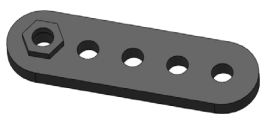
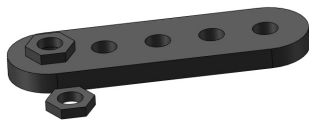

图 11-17 打开的文件实体
图 11-18 复制后的装配体
1) 打开要操作的实体，如图 11-17 所示。按住〈Ctrl〉键，在 FeatureManager 设计树中选择需要复制的零部件，然后将其拖动到视图中合适的位置，复制后的装配体如图 11-18 所示，复制后的 FeatureManager 设计树如图 11-19 所示。